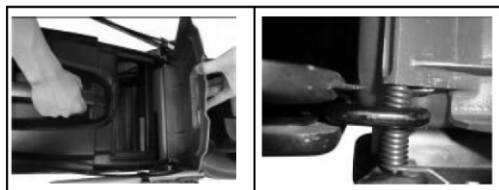

Fig.4A Fig.4B
1. Pour installer : Soulever la protection arrière et attachez le sac à herbe à l'arrière de la tondeuse. (Fig.4A) (Fig.4B)